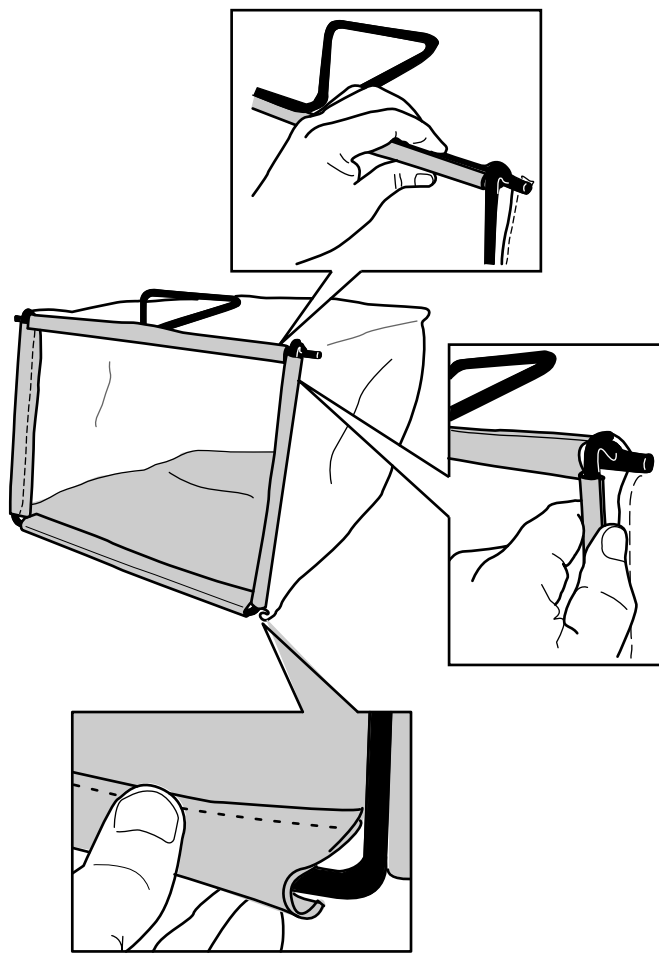

Figura 10
2. Enganche el canal inferior de la bolsa en la parte inferior del bastidor (Figura 10).
- Enganche los canales superiores y laterales de la bolsa en la parte superior y en los laterales del bastidor, respectivamente (Figura 10).